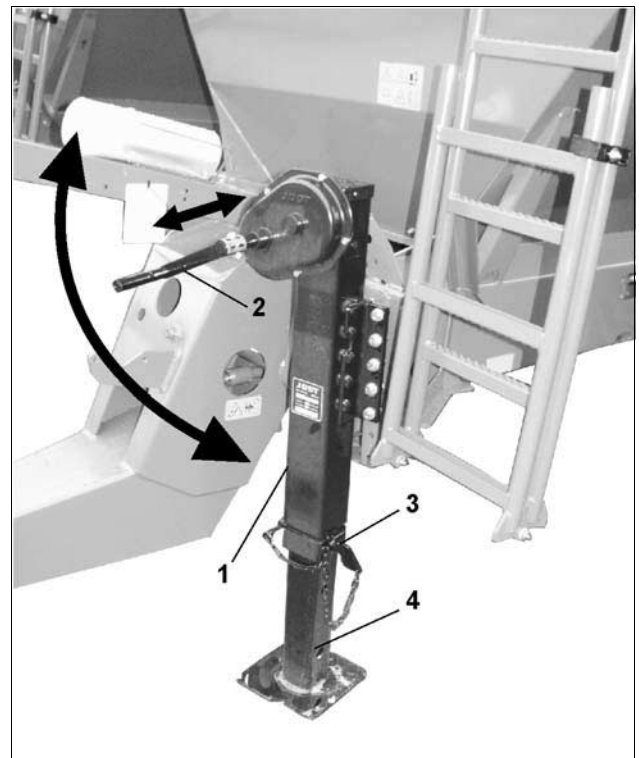

Fig. 24
- Bolzen (Fig. 24/4) aus der unteren Bohrung herausziehen.
- Stützfuß (Fig. 24/1) absenken.